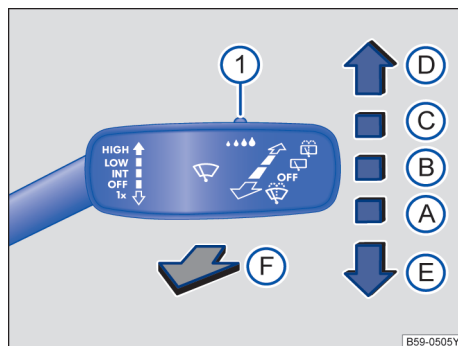

图 75 操作车窗玻璃刮水器
- ① OFF 车窗玻璃刮水器已关闭。
- ② INT 对车窗玻璃进行间歇刮水。
- ③ LOW 慢速刮水。
- ④ HIGH 快速刮水。
- ⑤ 1x 点动刮水 - 短促刮水。
- ⑥ 拉住操作杆时用于清洁车窗玻璃的刮水和自动清洗功能。
- ⑦ 后风窗刮水器间歇刮水。风窗刮水器约每 6 秒钟刮一次。
- ⑧ 将操作杆拨至该位置，系统立即启动清洗/刮水功能，清洗后风窗。
- ⑨ 使用开关 → 图 75 ① 调节雨量传感器的灵敏度。
- 向下短按车窗玻璃刮水器操作杆 → 图 75 ⑤。